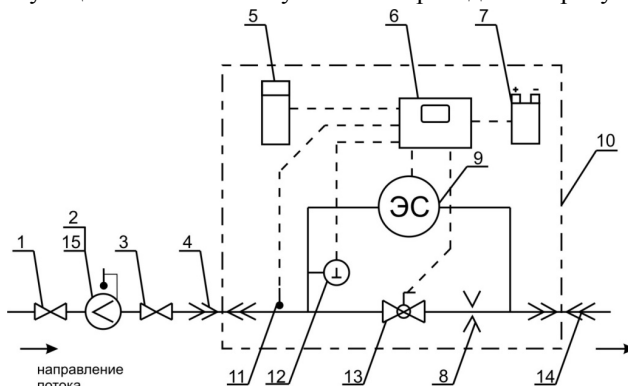

Рисунок 1 – Функциональная схема установки
2.2.5 Подключение установки к системе газоснабжения и отключение от нее производится только при выключенном питании установки и закрытой запорной арматуре (рисунок 1, позиция 3).
2.3.3 Подсоединить к системе газоснабжения вводной и выводной шланги установки (рисунок 1, позиция 4,14) при помощи быстросъемных наконечников, предварительно перекрыв запорную арматуру (рисунок 1, позиция 3).